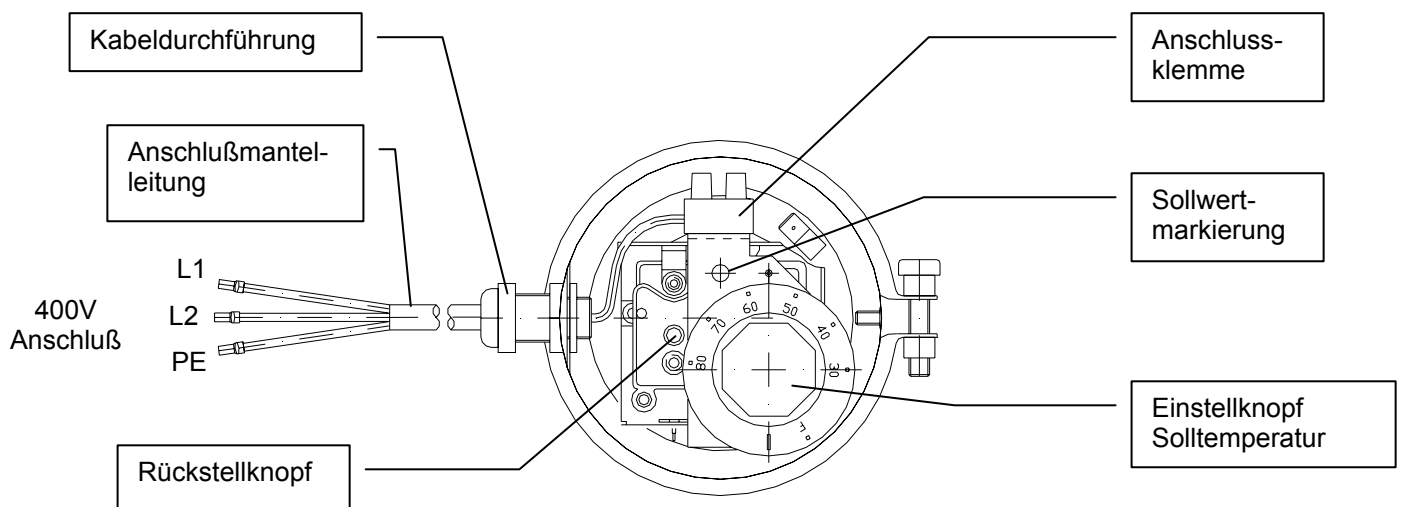

Abb. 2
- Der Temperatursollwert kann bei Bedarf am Einstellknopf geändert werden. Der gewünschte Wert muß dabei auf die Sollwertmarkierung gerichtet sein (siehe Abb. 2).